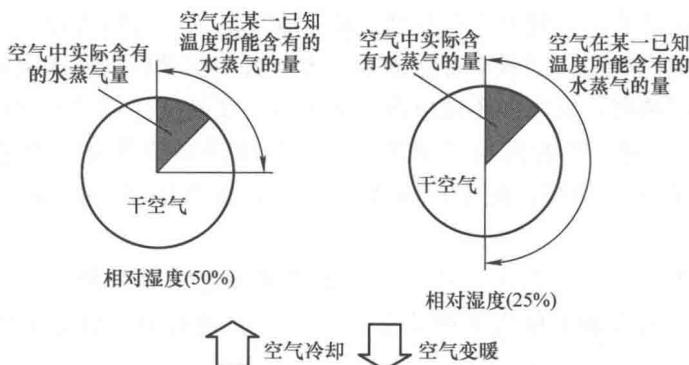

图1-5 空气的相对湿度
1) 相对湿度。在某一温度下，空气中实际含水蒸气量（以质量计）与空气在该温度下所能含水蒸气量（质量）之比。通常随着温度的升高，空气中所能含的水蒸气量会增加，如果空气的实际含水蒸气量不变，温度升高，则空气的相对湿度下降，如图1-5所示。它常用百分比表示，100%称为饱和空气，0%称为干空气。